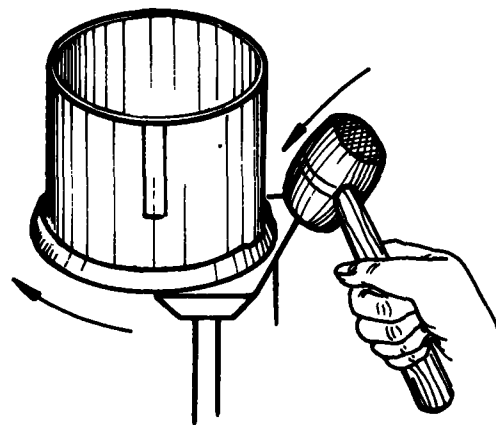

Fig.2
- \_\_\_ d Golpee las pestañas doblando parcialmente en todo el contorno (fig. 2).